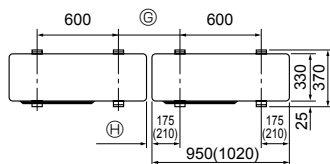

Fig. 3-1
* Zorg ervoor dat de eenheid op een stevig, waterpas oppervlak wordt geïnstalleerd om geratel tijdens het gebruik te voorkomen. (Fig. 3-1)